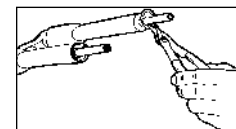

Fig. 8
2. Rimuovere gli anelli Seeger in fondo ai tubi superiori con le apposite pinze a punta lunga (vedere Fig. 8).